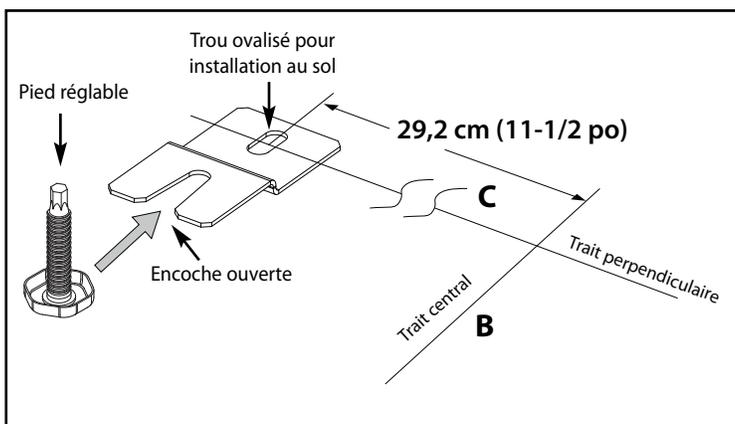

Fig. 07
5. Fixer le support au sol à travers le trou ovalisé (voir Fig. 07) à l'aide de fixations appropriées pour le type de sol.
6. Positionner l'unité de manière à ce que le pied réglable s'enclenche dans le support antibasculement (Fig. 07).